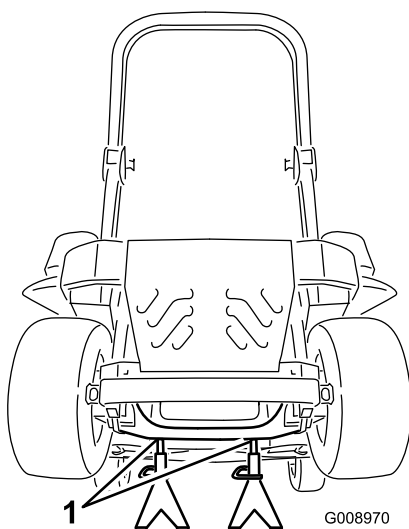

Figura 95
3. Eleve a máquina e apoie-a (Figura 95).
9. Retire os macacos e baixe a máquina (Figura 95).